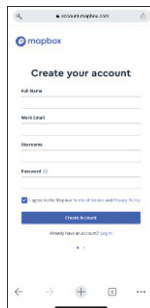

Figure 1
2.2 Saisissez les informations du compte. (voir Figure 1)